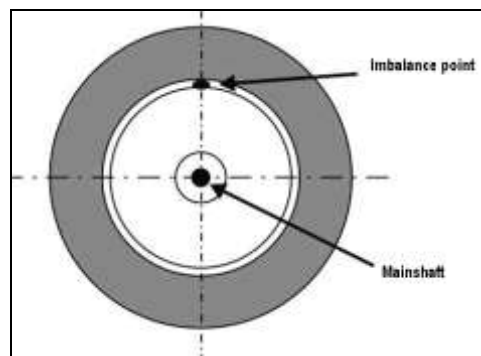

Fig.13
- ☆ Se 3 indicadores de um lado estiverem ao mesmo tempo acesos em vermelho, isso indica que o ponto mais alto neste lado do aro da roda é a posição de desbalanceamento (Fig.13).